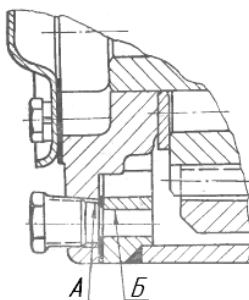

Рисунок 4.2 – Зсув зливного отвору при зборці кінцевої передачі
9. Зберіть вузол у зворотній послідовності, маючи на увазі, що зливні отвори в корпусі *Б* (рис. 4.2), водилі *А* і прокладці повинні бути суміщені.